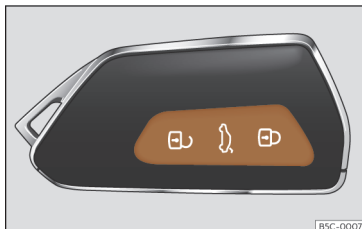

Fig. 79 Chave com comando à distância: botões.
- Trancar: pressione o botão » **Fig. 79**.